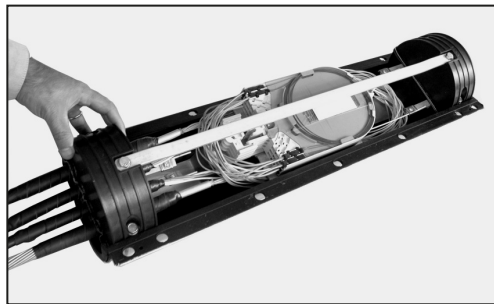

Figura 63
10.2 Coloque la tapa inferior (lado que no tiene la entrada de la válvula) (Figura 63).
**12.1** Posicione el Soporte de Fijación en los tornillos de las barras de cierre de la Caja (según indicado en el ítem 18.5 y figura 63) y con una llave de tubo de 7/16" apriete las tuercas, sin necesidad de aplicar un torque determinado (Figuras 77 y 78).